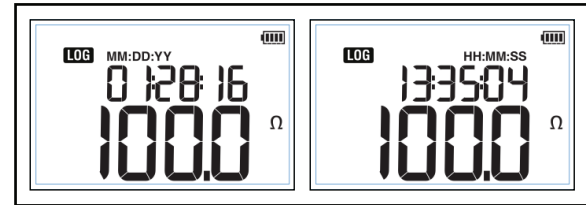

Figura 13. Marcatura oraria
3. Premere **ENTER** per commutare la visualizzazione dell'ora o della data della misurazione registrata. Vedere la Figura 13.